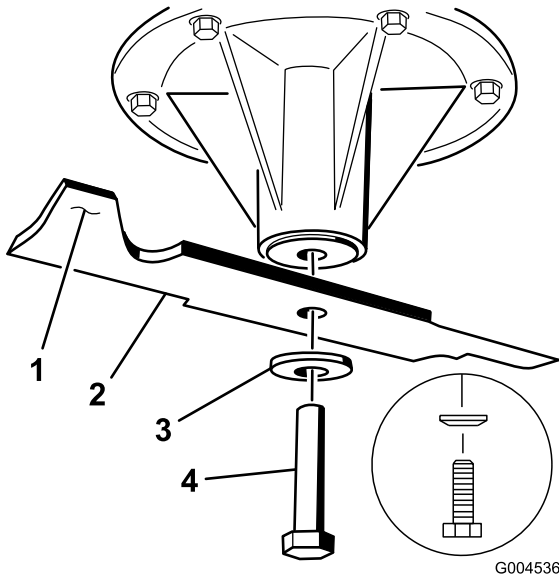

Figura 67
2. Retire del eje el perno de la cuchilla, la arandela curva y la cuchilla (Figura 67).